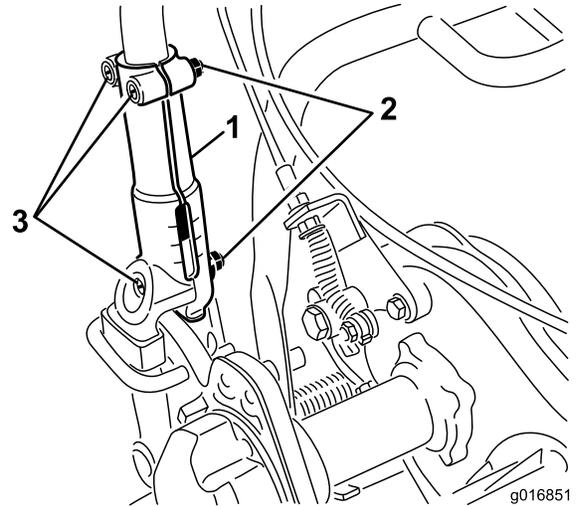

图26
1. 拧松将手柄的每一侧固定到手柄夹上的 3 颗车身螺栓和螺母(图26)。